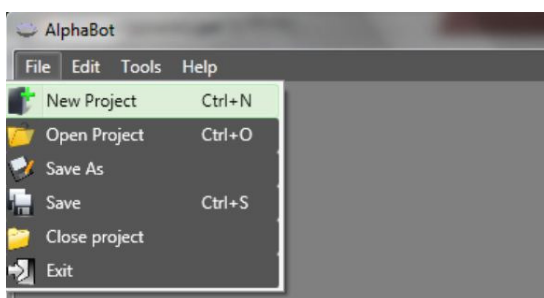

Figure 13: Creating a new protocol
- To start creating a new protocol, select « **File** » then « **New Project** » (Figure 13) :